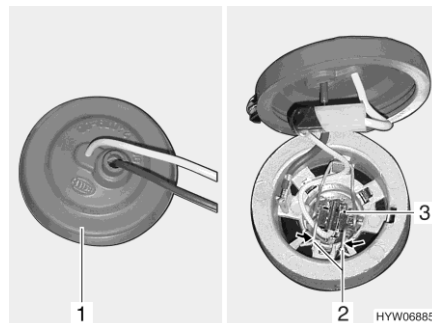

Bild 165 Dimljus
- Handen förs in bakom dimljuset och gummi-hatten (Bild 165,1) tas av från lamphuset.
- Metallbygeln (Bild 165,2) trycks ihop och tas ur hållaren.
- Ta ut glödlampans kabel (Bild 165,3) med kabel ur lamphuset.